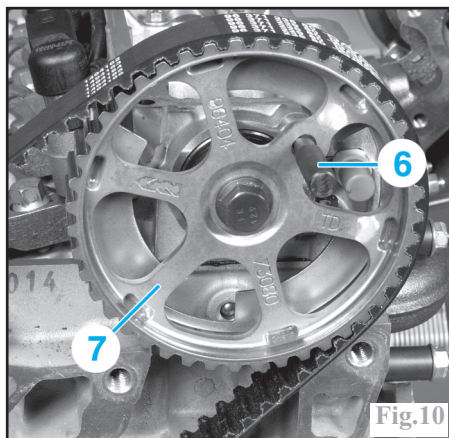

Fig.10
- le capteur régime moteur (3).
- la butée anti-décalage de courroie (4).
- Repousser la roue dentée de vilebrequin (5) sur la portée du vilebrequin. Reposer la vis de poulie de vilebrequin (2).
- Déposer la pige de blocage (1). Tourner le vilebrequin dans le sens horaire à l'aide de la vis de poulie de vilebrequin (2), jusqu'à pouvoir introduire la pige de blocage (Ø 8 mm) (6) dans la roue dentée
d'arbre à cames (7) (outil réf. (-).0194.B) (Fig.10).